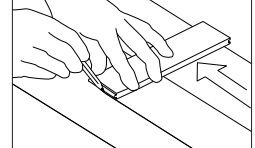

Figure 13
- **Planche d'essai :** Si le mur n'est pas droit, trusquiner au besoin la première planche (Figure 13) pour maintenir l'alignement avec le trait de craie. Installer une planche d'essai (à chant rectiligne) en utilisant les fixations appropriées pour le sous-plancher. Si une planche est utilisée pour la rangée de départ, s'assurer que le chant avec rainure fait face au mur.
- **Cales :** Aligner la première rangée avec le mur à l'aide de cales pour maintenir un jeu de dilatation de 13 mm (1/2 po) et pour stabiliser le produit. Si le mur n'est pas droit, trusquiner au besoin la première planche (Figure 13) pour maintenir l'alignement avec le trait de craie.